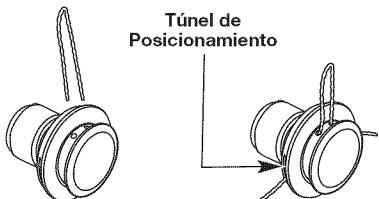

Fig. 22
- Inserte ambos extremos de su línea a través de los agujeros adecuados en el lado de la cabeza de corte (Fig. 22).